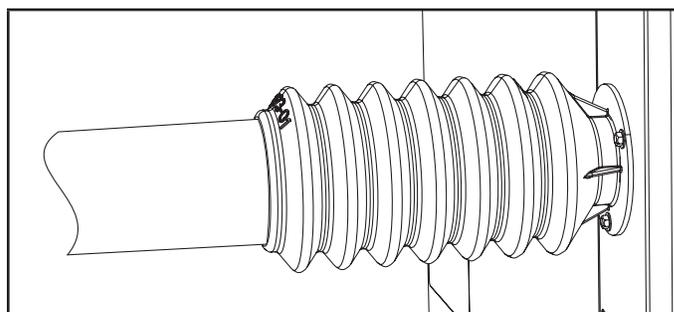

FIGURE 7. Installez de l'Armaflex sur l'extrémité du manchon et serrez
- 4 - Installez un morceau d'Armaflex fourni sur place sur le collier et l'extrémité du manchon de connexion du jeu de conduites pour éviter la condensation (voir figure 7).